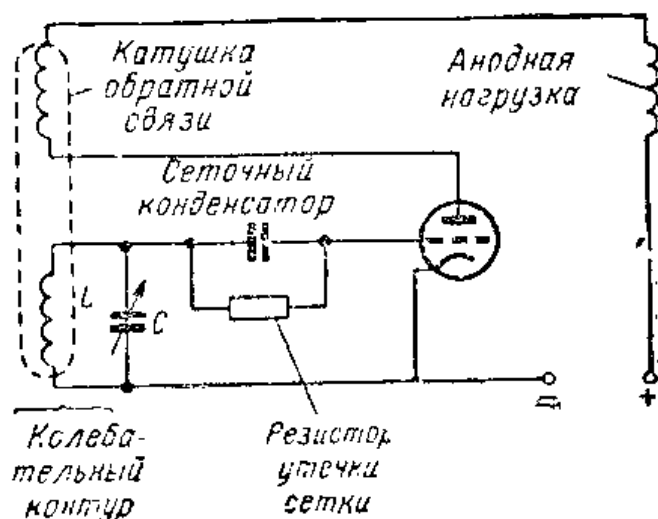

Рис. VI.146. Основная схема генератора с катушкой обратной связи. Частота колебаний определяется величинами  $L$  и  $C$ .
**Генератор с катушкой обратной связи.** В схеме с положительной обратной связью (рис. VI.146) незатухающие колебания получаются с помощью электронной лампы. Через катушку обратной связи энергия снова подается в цепь сетки, и в  $LC$ -контуре возникают колебания. Этот  $LC$ -контур называют колебательным контуром.